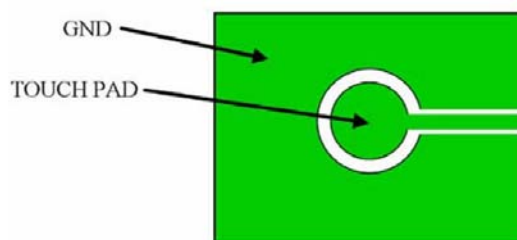

图 4 TOUCH PAD 参考画法
- 4、从 TOUCH PAD 到 IC 触摸输入引脚不要与其他快速跳变的信号线并行或者与其他线交叉。TOUCH PAD 需用 GROUND 保护，请参考图 4。